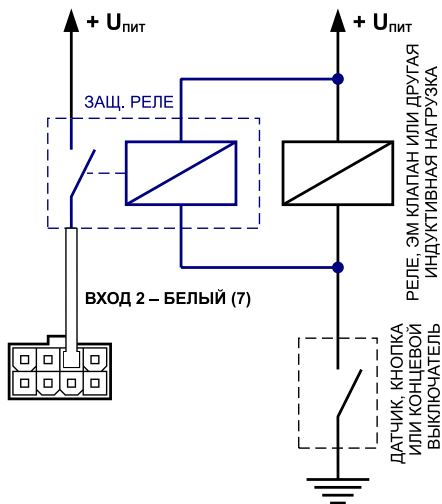

Рисунок 2.
2. **Защитное реле** (рис. 2) – устанавливается параллельно индуктивной нагрузке. При этом контакты защитного реле служат для замыкания входа контроллера на «плюс».